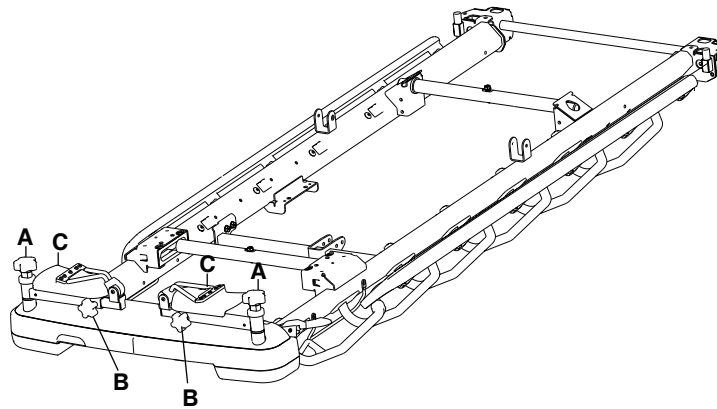

图 22 – 收起床尾支撑架
3. 旋开位于床尾支撑架侧边的腿部旋钮 (B) 以调节长度。
4. 旋紧腿部旋钮 (B) 以将床尾支撑架锁定在所需位置。
5. 放置患者前，向上翻转床尾支撑架 (C)。
6. 采取相反的操作步骤收起床尾支撑架 (图 22)。